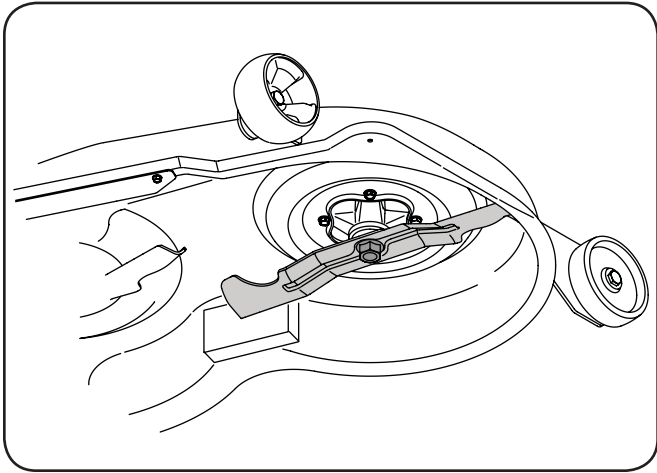

Figure 7-5
2. Placez une cale de bois entre le déflecteur au milieu du plateau et la lame pour faciliter le desserrage de l'écrou à six pans qui retient la lame. Voir la Figure 7-5.
3. Retirer l'écrou à bride à six pans qui maintient la lame sur la base de la fusée. Voir la Figure 7-5.